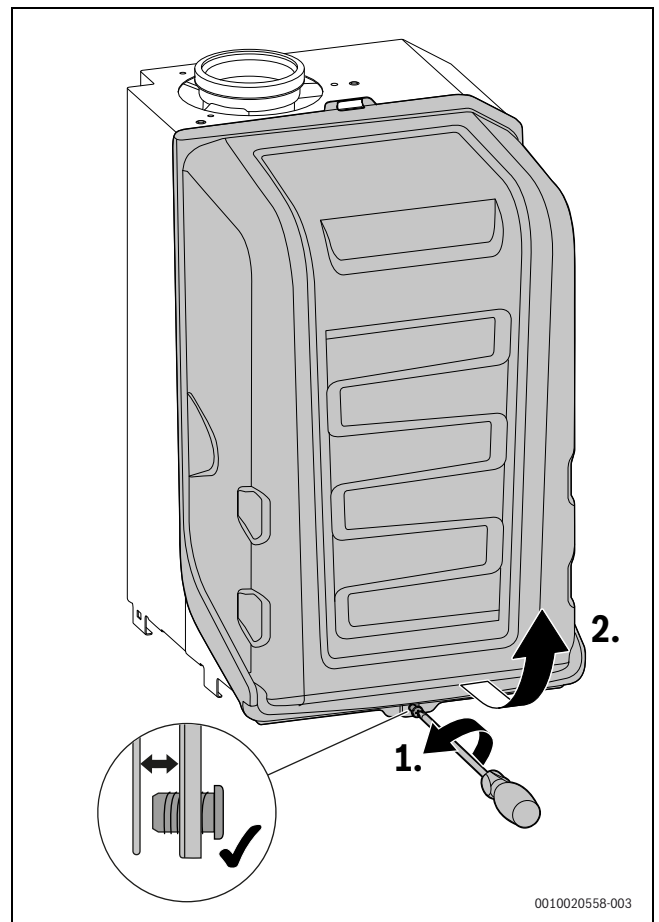

Bild 14 Brennerhaube abnehmen
- ▶ Brennerhaube abnehmen (→ Bild 14, Seite 75).